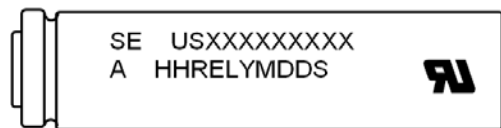

Fig.1
- 6.2 Trade Mark (Fig.1 : USXXXXXXXXXX) 登録機種名 (Fig.1 : USXXXXXXXXXX)
- 6.3 Plant (Fig.1 : A for plant code) 製造所 (Fig.1 右記図 : A)
- 【Fig.1】 K : Sony Energy Devices Corp. Koriyama Plant. K : ソニーエナジー・デバイス(株)郡山事業所
- 6.4 Specification (Fig.1 : HH for Cell Type) 仕様 (Fig.1 : HH)
- 6.5 Lot Number (Fig.1 : YMDDS for Manufacturing Date of Cells)
- ロット、セル製造年月日 (Fig.1 : YMDDS)
Lot Number (Fig.1 : YMDDS for Manufacturing Date of Cells)